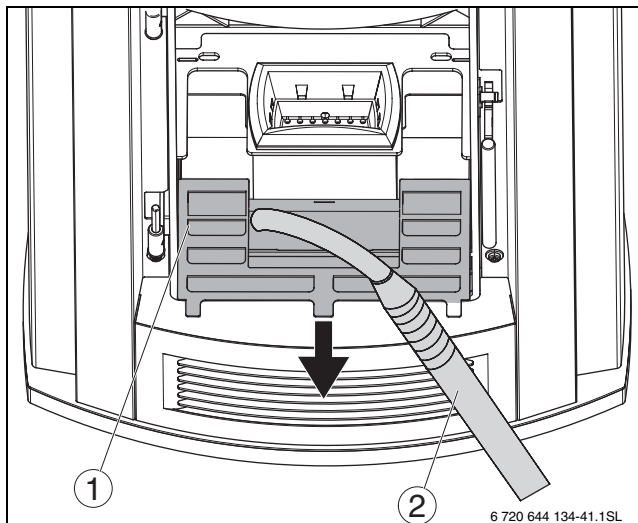

Bild 39 Aschekasten aussaugen
- Aschekasten Bild 39 [1] vorziehen.